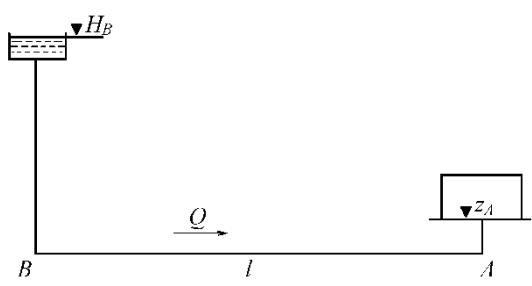

Рис. 2
3. Определить диаметр трубопровода для подачи 15 л/с воды от водонапорной башни B до предприятия A (рис. 2) при длине трубопровода $l = 1000$ м, отметке уровня воды в башне $H_B = 32$ м, геодезической отметке в конце трубопровода $z_A = 2$ м и свободном напоре $H_{ce} \geq 12$ м, если трубы:
Перепад уровней в пьезометрах до сужения ($D_1 = 0,1 \text{ м}$) и в узкой горловине ($D_2 = 0,05 \text{ м}$) в трубе круглого сечения, в которой установлен водомер Вентури, составляет 0,4 м. Ускорение свободного падения принять равным $10 \text{ м}/\text{с}^2$, $\pi = 3,14$. При входе в узкую горловину водомера, приведенного на рис. 2,
Перепад уровней в пьезометрах до сужения ($D_1 = 0,1 \text{ м}$) и в узкой горловине ($D_2 = 0,05 \text{ м}$) в трубе круглого сечения, в которой установлен водомер Вентури, составляет 0,4 м. Ускорение свободного падения принять равным $10 \text{ м}/\text{с}^2$, $\pi = 3,14$. На рис. 2 постепенное расширение называется...